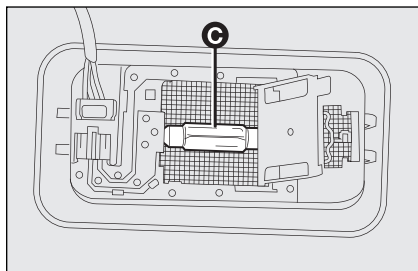

fig. 43
- ☐ maak de lamp **C-fig. 43** los uit de veercontacten aan de zijkant en vervang hem; plaats de nieuwe lamp en controleer of de nieuwe lamp goed vastzit in de veercontacten;